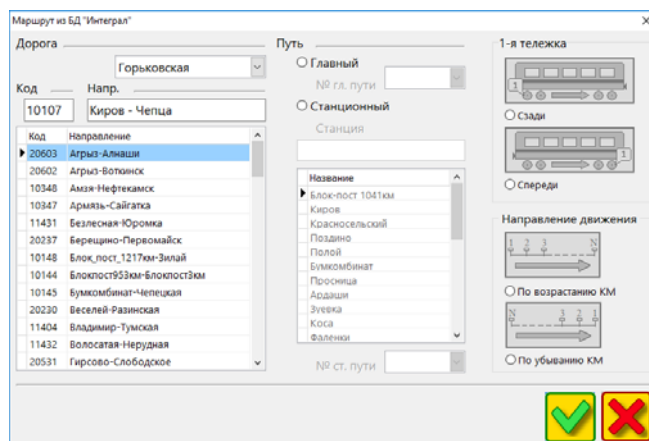
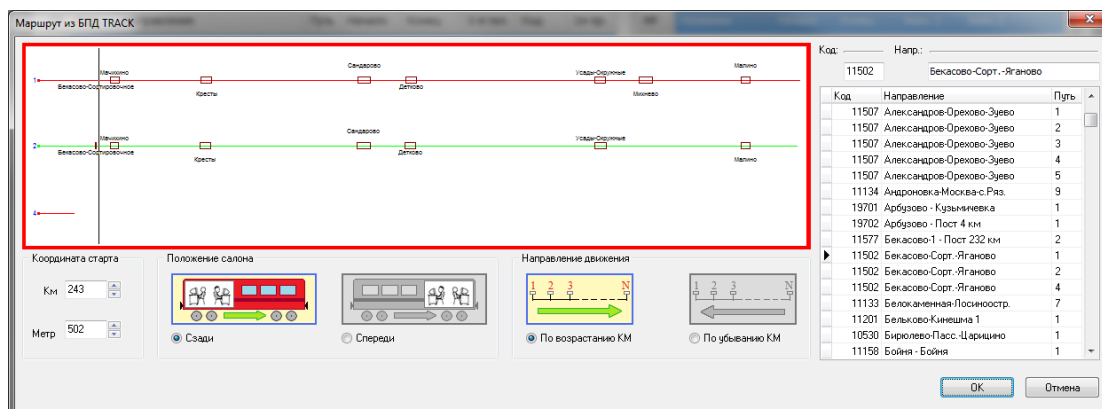

Рисунок 15 – Выбор маршрута из БД «Интеграл»
Рисунок 16 – Окно «Точка старта»
Для выбора пути необходимо установить флажок рядом с нужным вариантом: «Главный» или «Станционный». Далее, при следовании вагона-путьеизмерителя по главному пути, нужный номер пути необходимо выбрать из выпадающего списка рядом с надписью «Главный». При выборе станционного пути название нужной станции выбирается из списка «Станция», расположенного выше (Рисунок 15), следом необходимо выбрать номер станционного пути из списка «№ ст. пути».
Установкой соответствующих флажков в группе элементов «1-я тележка» следует указать ориентацию вагона-путеизмерителя («Сзади» или «Спереди», Рисунок 15, справа). Ориентация зависит от отображения данных на экране: если после задания маршрута данные отображаются зеркально, то необходимо сменить положение. Правильно задавать ориентацию тележки необходимо для совпадения с записью данных вагона-путеизмерителя так как при неверной ориентации изменяется знак сигнала уровня.
- указать значение («Км» и «Метр») в группе элементов «Координата старта» (снизу, справа на рисунке – Рисунок 16);
Если путь следования состоит из нескольких маршрутов, необходимо вновь войти в базу данных через «Добавить», изображено на рисунке 14, выбрать путь и название направления из соответствующего списка (Рисунок 15 для выбора из БД «Интеграл», Рисунок 16 – БПД «TRACK»).